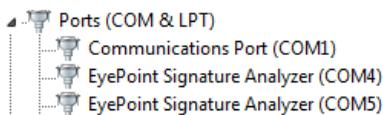

Рисунок 2. Отображение устройств после установки драйвера.
8. После установки драйвера в разделе устройств «Порты (COM и LPT)» должны появиться два устройства EyePoint Signature Analyser (Рисунок 2), номера COM портов могут отличаться.